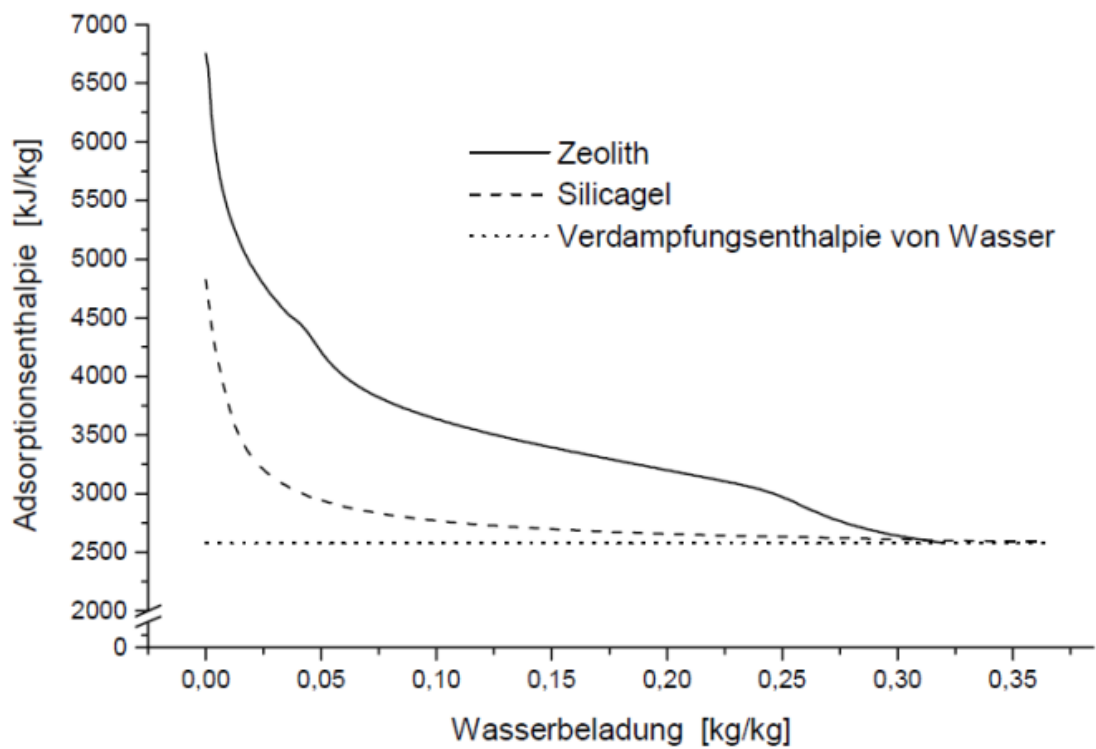

Abb.5: Differentielle Adsorptionseenthalpie von Silicagel und Zeolith X13 nach Hauer 2002
4. Bestimmen Sie die Adsorptionseenthalpie anhand der in Abb. 5 in der Anlage dargestellten Kennlinie des Zeoliths.